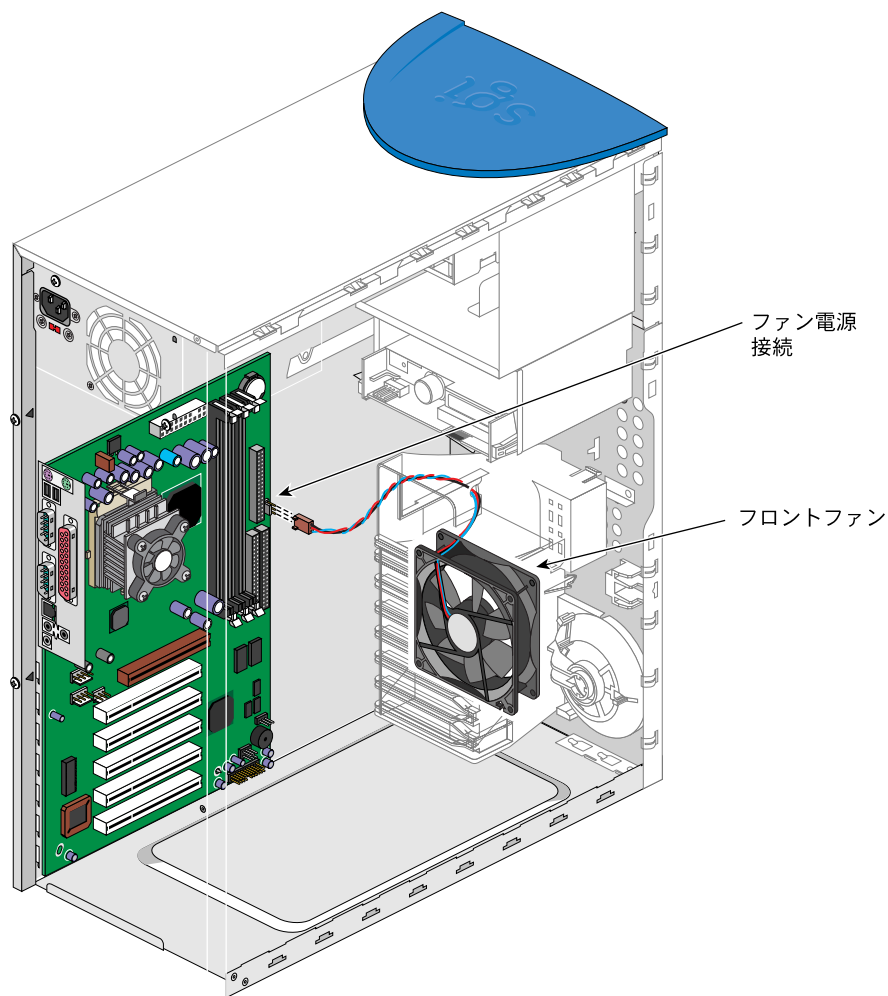

図 2-17 フロントファンケーブルの接続
6. フロントファンケーブルを接続します。フロントファンケーブルの接続場所については、図 2-17 を参照してください。